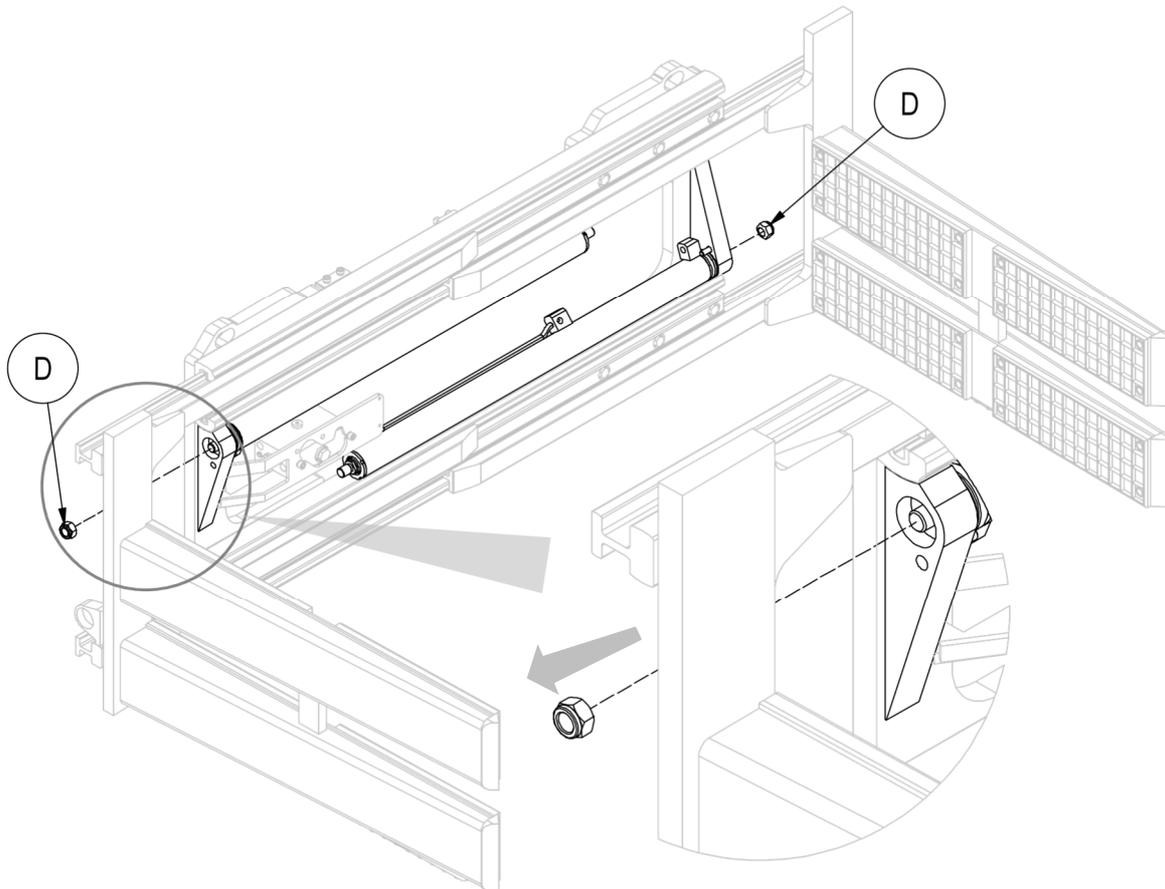

Figure 37
7. Retirer les écrous **D** qui relient les vérins à la structure de l'équipement et retirer les vérins eux-mêmes, en veillant à ne pas les endommager (voir *Figure 37*).